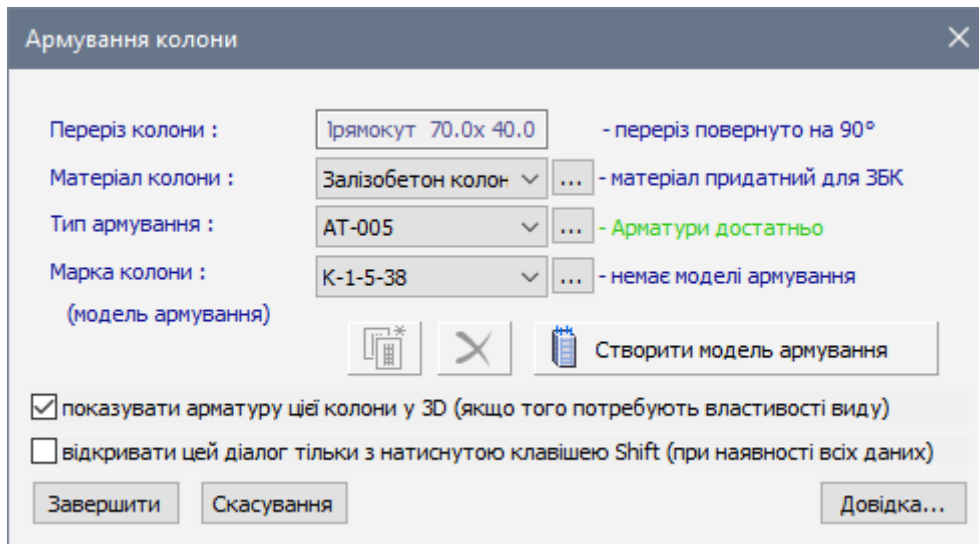

Рис. 27.19. Діалогове вікно **Армування колони**
- Викличте діалогове вікно **Армування колони** (рис. 27.19) натисканням по кнопці  – **Заармувати** (панель **Основна арматура** на вкладці **Армування**).